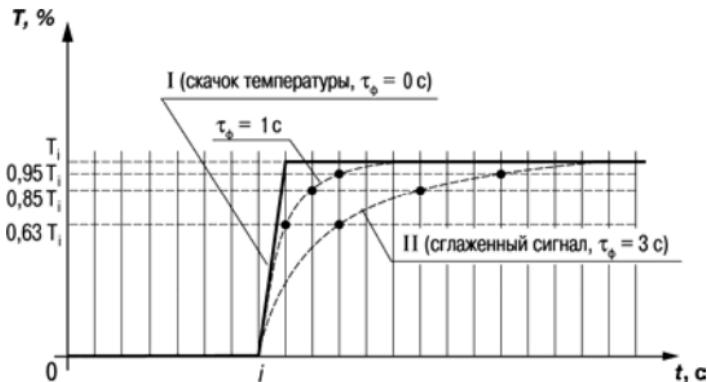

Рисунок 3.5
3.1.4.4.3 Цифровой фильтр устраняет шумовые составляющие сигнала, осуществляя его экспоненциальное сглаживание. Основной характеристикой экспоненциального фильтра является  $\tau_\phi$  – постоянная времени цифрового фильтра, параметр **ζnf1** (**ζnf2**) – интервал, в течение которого сигнал достигает 0,63 от значения каждого измерения  $T_i$  (рисунок 3.5).